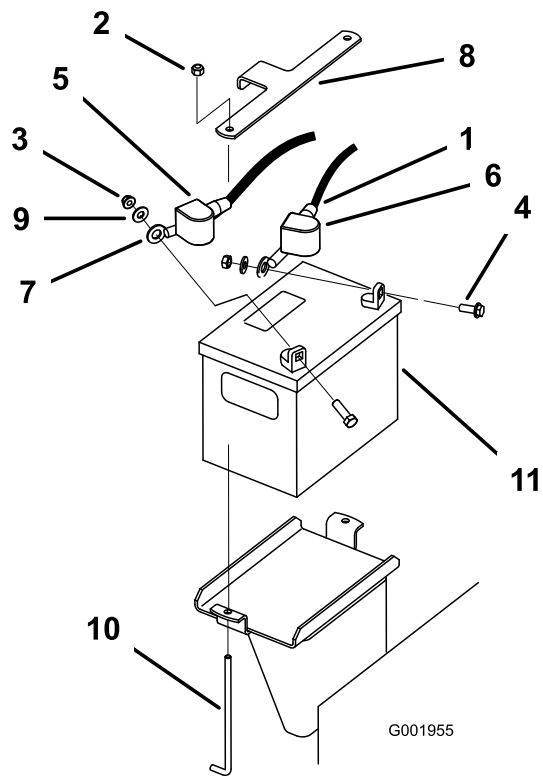

Figure 30
3. Enlevez le capuchon en caoutchouc noir qui protège le câble négatif et débranchez le câble négatif de la batterie de la borne négative (-) (Figure 30).
4. Enlevez le capuchon rouge de la borne positive (+) de la batterie et débranchez le câble positif (Figure 30).
5. Déposez la barrette de maintien de la batterie (Figure 30) et enlevez la batterie.
1. Placez la batterie sur la machine (Figure 30).
2. Fixez la batterie en place avec la barrette de maintien, les boulons en J et les contre-écrous (Figure 30).
3. Reliez le câble positif (rouge) à la borne positive (+) de la batterie au moyen d'un écrou, d'une rondelle et d'un boulon (Figure 30).
5. Reliez ensuite le câble négatif et le câble de masse à la borne négative (-) de la batterie avec un écrou, une rondelle et un boulon (Figure 30).